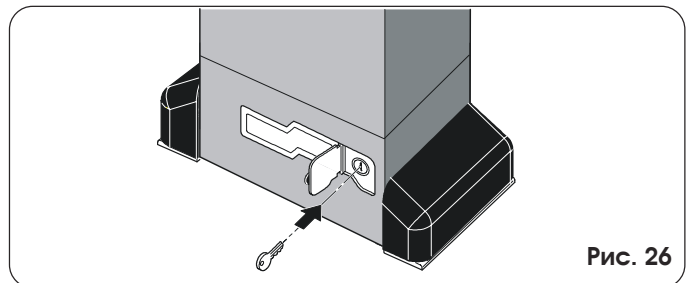

Рис. 26
- 1) Откройте защитную дверцу и вставьте ключ в замок (рис. 26).